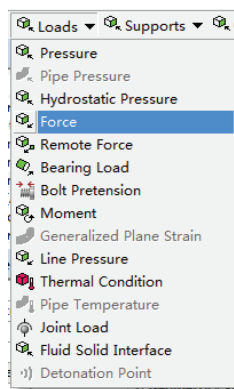

图 14-12 添加力载荷
6) 选择 Environment 工具栏中的 Loads>Force, 如图 14-12 所示, 此时在树结构图中会出现 Force 选项。